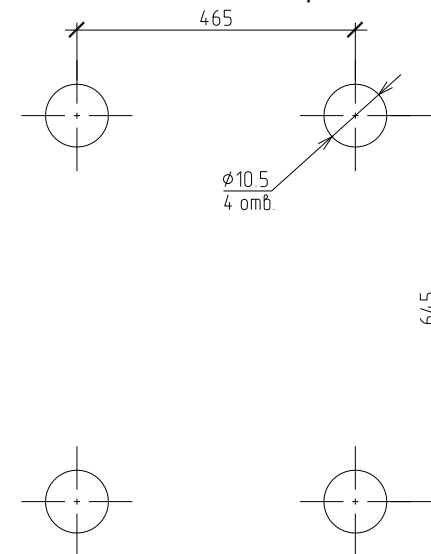

Рис.3 Разметка крепежных отверстий
- выполнить в несущей вертикальной поверхности отверстие диаметром 10,5мм согласно рис.3;